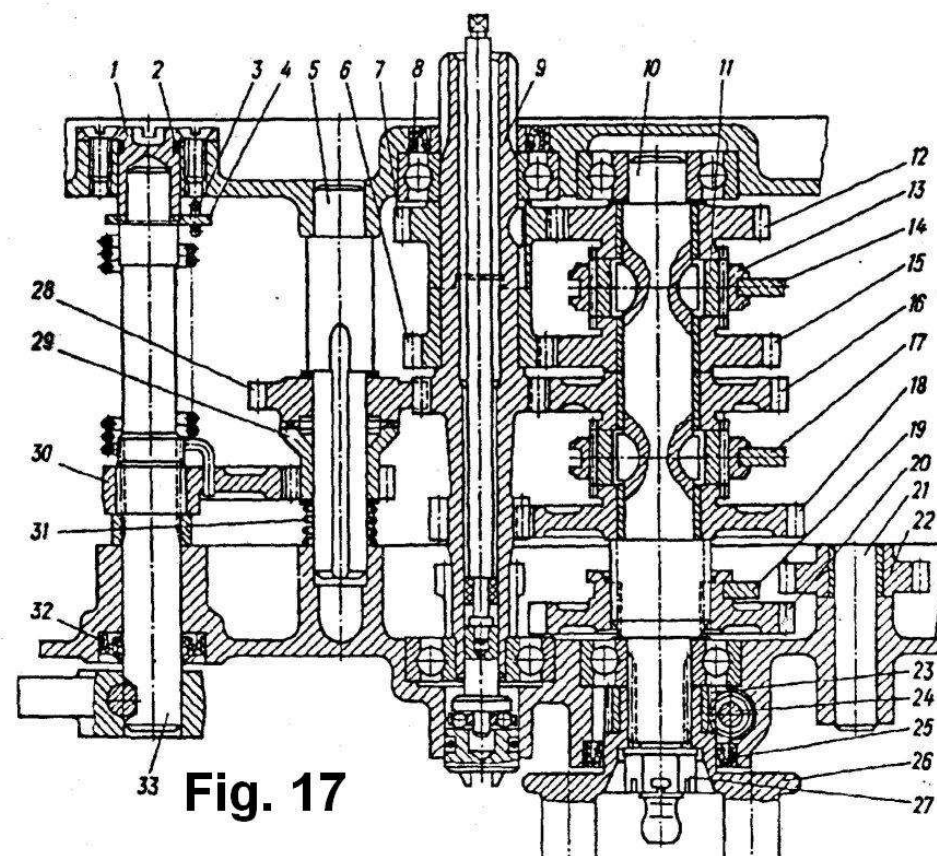

Fig. 17
- Arborele primar 9 (fig 17) este instalat pe 2 rulmenti. El este solidar cu treapta I, II si III, iar treptele III si IV sunt demontabile.
- Arborele secundar 10 (fig 17) este instalat pe 2 rulmenti. El contine si pinionul pentru mers inapoi 20; pe el sunt presate doua cuplaje 11, fixate prin stifturi.
Mecanismul de pornire include arborele de pornire 33 si intermediar 5 (fig. 17).
Pe arborele intermediar se rotesc liber 2 pinioane cu 12 dinti. El este presat cu capatul din fata in carter. Pe arborele de pornire este presat sectorul dintat 30. Arcul porneste prin rotirea spre stanga prin bucsa 1 (fig. 17) ce este instalata pe peretele din fata al carterului. Bucsă este prevazuta cu simeringul 2, iar arborele are 2 canale pentru ungere.